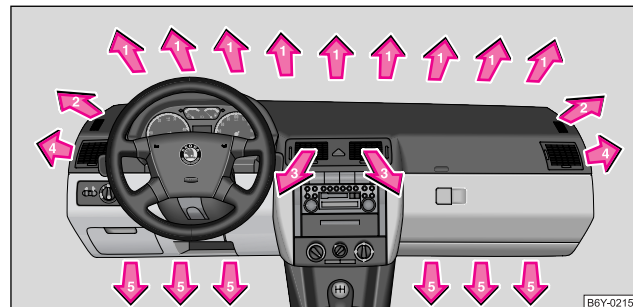

Abb. 87 Luftaustrittsdüsen
- Luftaustrittsdüsen **4** → Seite 99, Abb. 87 öffnen und zur Seitenscheibe richten.
Luftaustrittsdüsen **4** → Seite 99, Abb. 87 öffnen und zur Seitenscheibe richten.
- Luftaustrittsdüsen **3** und **4** ⇒ Seite 99, Abb. 87 öffnen